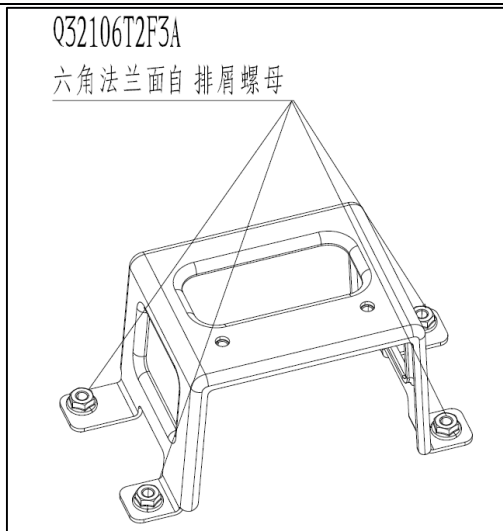

图 1.6.13 副仪表板后安装支架总成
(1) 用10号六角套筒将固定副仪表板部安装支架的四个螺母（Q32006T2F3A六角法兰面螺母）松开并取出。如图1.6.13所示；
(2) 安装与拆卸顺序相反。